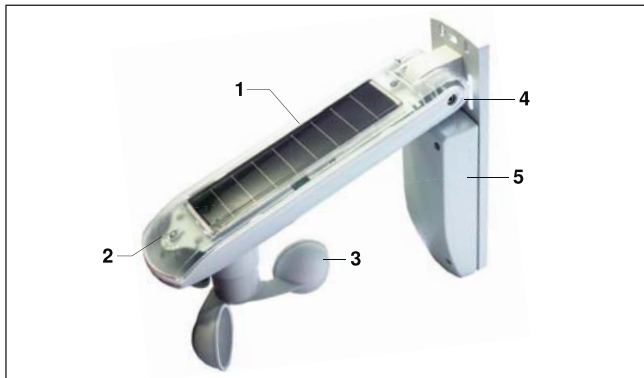

Abb. 1 WMS Wetterstation eco
- Das Gerät ist so zu montieren, dass das Windrad möglichst waagrecht steht (Gehäuseneigung 15°). Zur Montage an schrägen Flächen kann es mit Hilfe des Gelenks (Abb. 1) waagrecht eingerichtet werden.